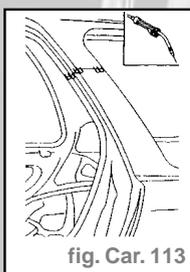

fig. Car. 113
- Commencer les opérations de soudure en utilisant la soudeuse à fil continu et bâtir les arêtes des montants et du bas de caisse (fig. Car. 113, 114 et 115).